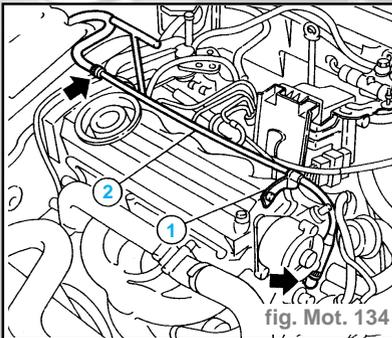

fig. Mot. 134
- En utilisant l'outil **1860967000** dévisser le raccord sur la culasse, dévisser la vis (1), desserrer les colliers indiqués par les flèches et enlever le tuyau rigide (2) (fig. Mot. 134).